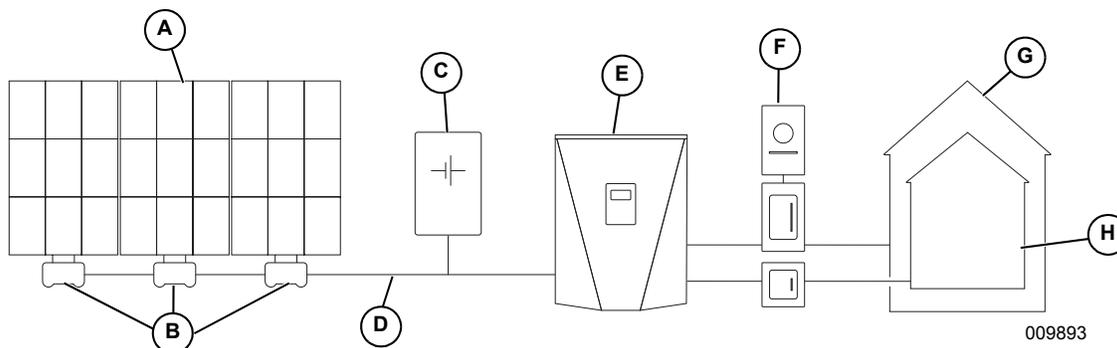

Figure 2-3. Exemple de système PWRcell de Generac
Sur la **Figure 2-3**, un onduleur PWRcell Generac est connecté directement à des optimiseurs PV Link (B) et à la batterie PWRcell (C) sur la ligne c.c. (REbus) (D). Les lignes c.a. se trouvent à droite de l'onduleur : 120/240 V c.a. pour les charges réseau et locales (G) et les charges protégées (H) jusqu'à 50 A.